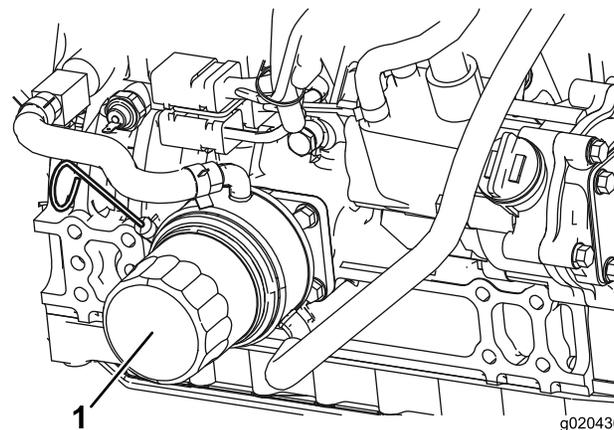

Figure 60
2. Déposez le filtre à huile (Figure 60).